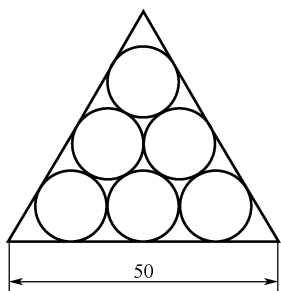

图 3-35 趣味图形
**例 3-4** 绘制图 3-35 所示的图形，采用“参照”方式缩放对象，达到尺寸要求。
删除小三角形后，最终结果如图 3-35 所示。